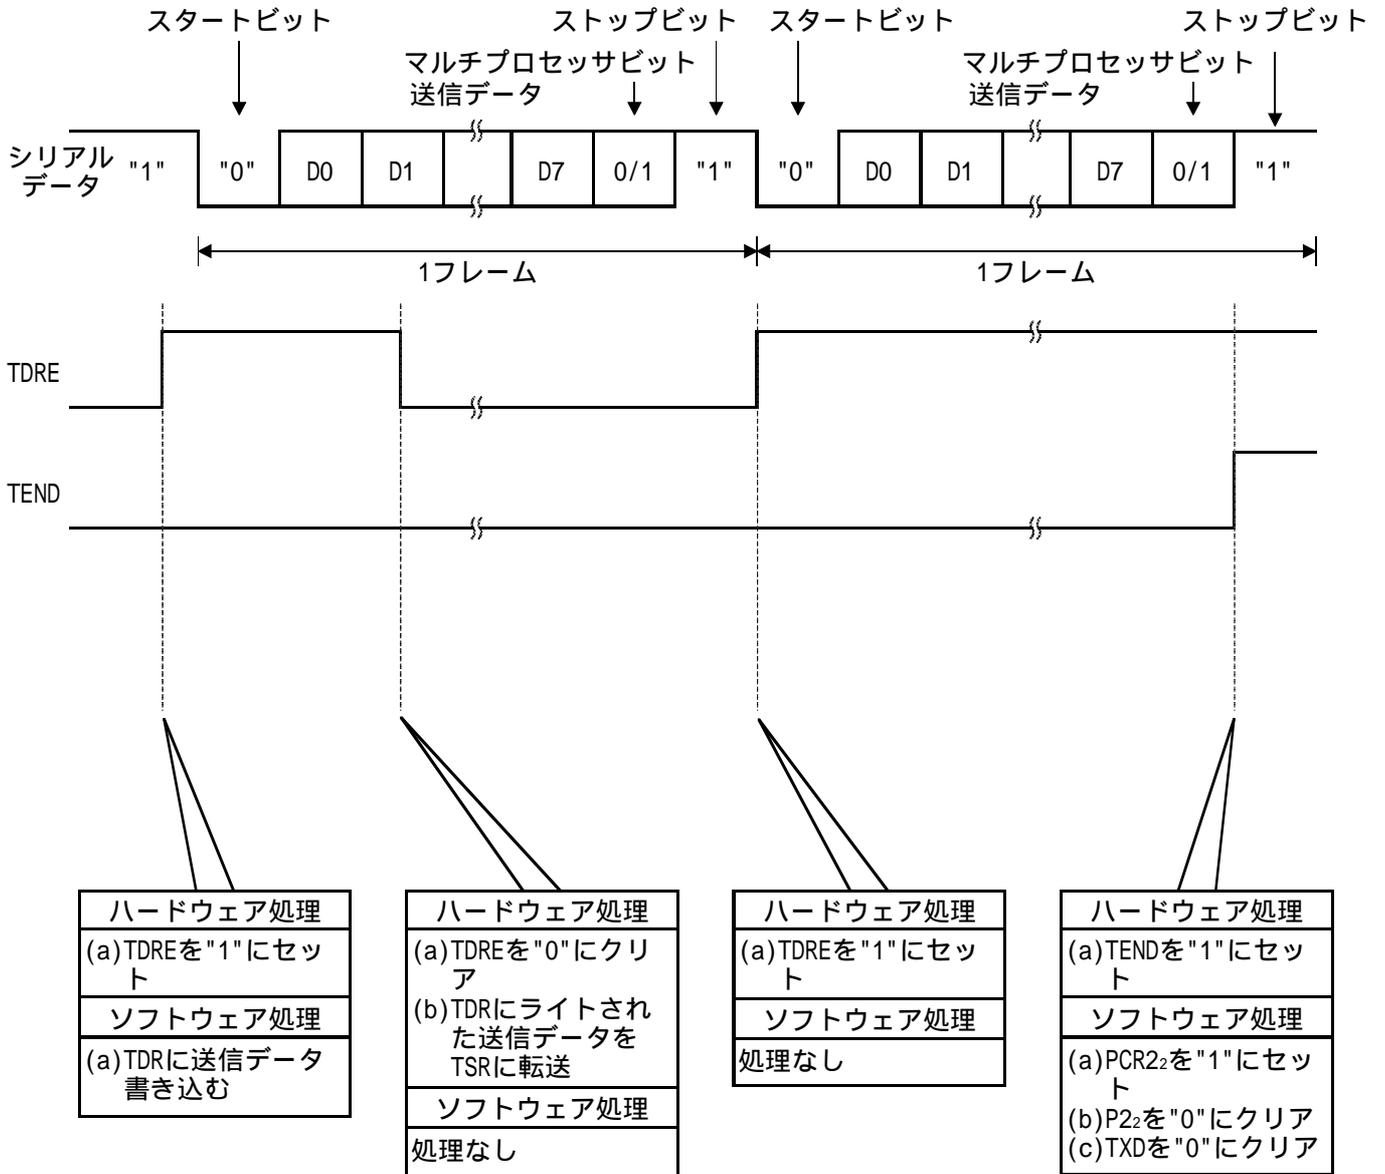

図4 マルチプロセッサ通信機能による送信の動作原理
(1) 図4に動作原理を示します。図4に示すようなハードウェア処理、およびソフトウェア処理によりマルチプロセッサ通信機能による送信を行います。